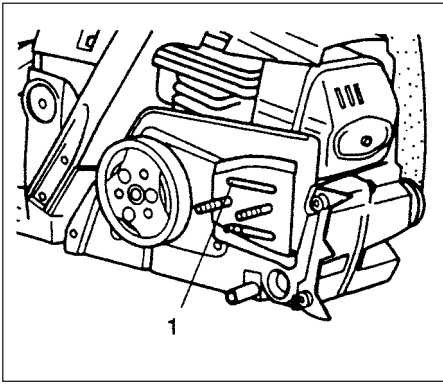

Fig.3-4
**Schmierölbohrung (Fig. 3-4)**